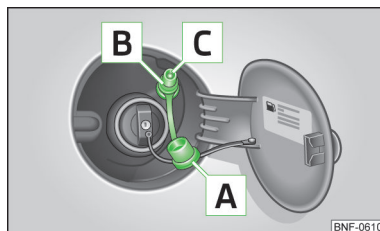

Fig. 93
- Quitar la tapa **A** » fig. 93 del tubo de alimentación de gas **B**.
➤ Comprobar si el anillo obturador [C] » fig. 93 permanece encajado en el tubo de alimentación de gas.